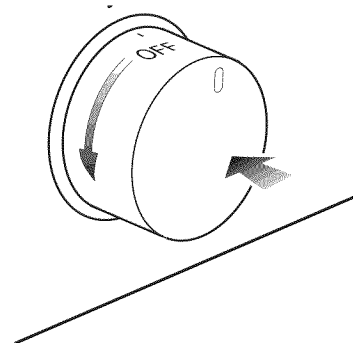

Fig. 3.3
2. Appuyez complètement sur le bouton de commande four (les électrodes d'allumage commencent à faire des étincelles), et tournez-le dans le sens antihoraire (fig. 3.3), jusqu'à la position maximale "8".